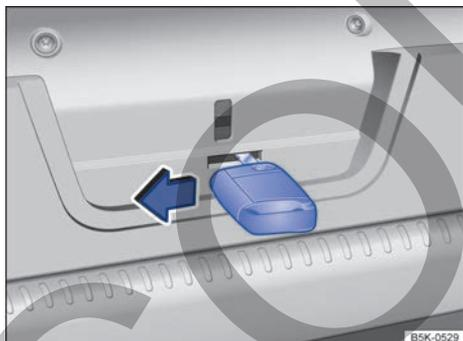

Fig. 71 En el portón del maletero: desbloqueo de emergencia del portón.
- Introduzca el paletón de la llave en la abertura del portón del maletero → fig. 71 y presione la palanca de desbloqueo en el sentido de la flecha.